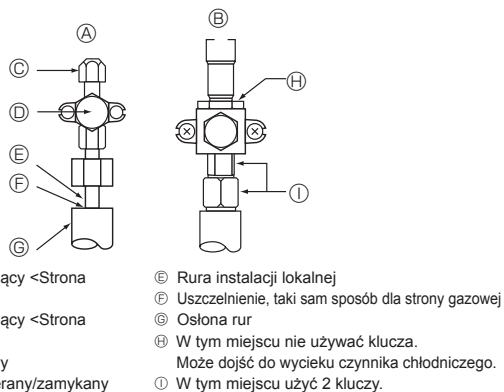

Fig. 4-5
4.4. Metoda testowania szczelności rur czynnika chłodniczego (Fig. 4-5)
- Jeśli ciśnienie spadnie w kroku (2) lub (3), istnieje wyciek gazu. Odszukać źródło wycieku gazu.